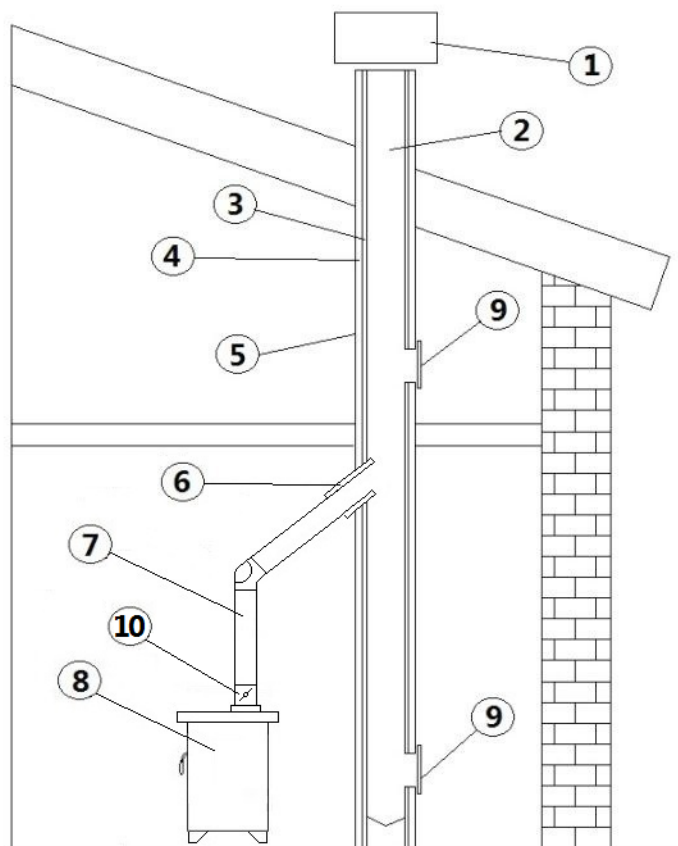

Fig. 4 - Composant de cheminée
- Il est conseillé de choisir une cheminée de type anti vent, voir **Fig. 4 à page 32**.
- Conduit de fumées extérieur réalisé exclusivement avec des tuyaux en inox isolés, c'est-à-dire avec une double paroi d'un diamètre minimum de Ø150 mm: l'ensemble doit bien être fixé au mur. Avec cheminée anti-vent (voir **Fig. 4 à page 32**).